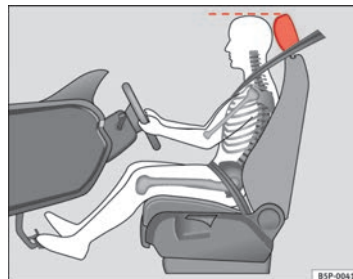

Fig. 2 Réglage correct de l'appui-tête du conducteur
- Réglez l'appui-tête de telle manière que le bord supérieur de celui-ci soit à la même hauteur que la partie supérieure de votre tête ⇒ fig. 2.